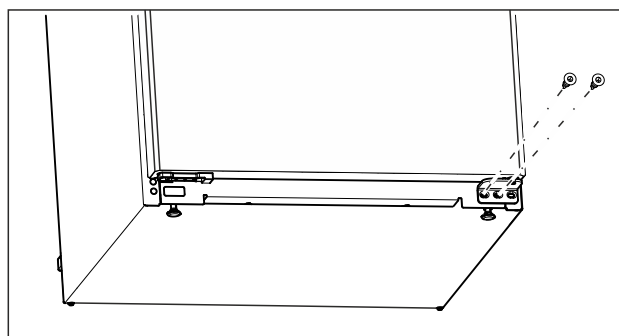

Fig. 10
- ▶ Pomocí šroubováku Torx 20 vyšroubujte prostřední šroub na spodním stojanu ložiska. (viz Fig. 10)
- ▶ Šroubovákem Torx 20 vyšroubujte vnitřní šroub na spodním stojanu ložiska. (viz Fig. 10)